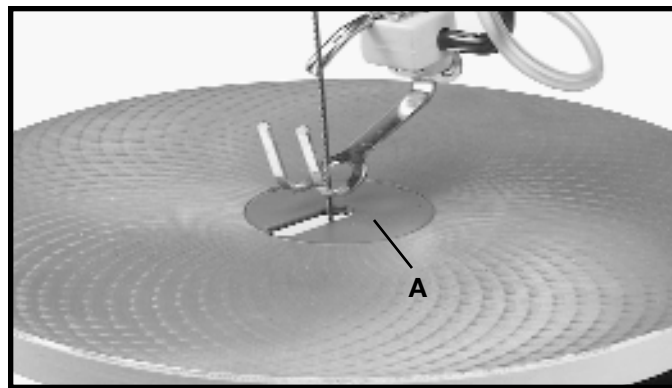
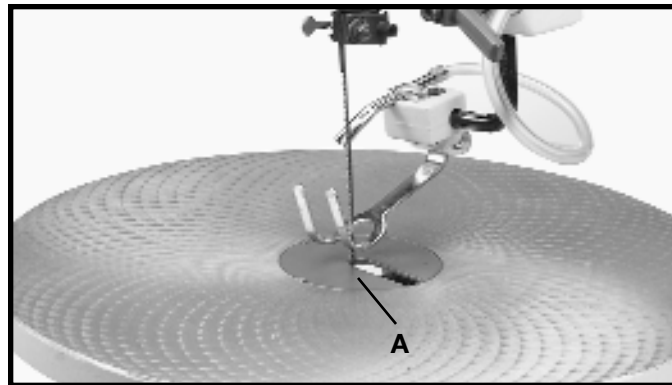

Fig. 19
Fig. 20
L'insert de table (A) s'assemble à la table de scie avec l'ouverture pointant vers l'avant de la table, tel qu'illustré à la figure 19 ou vers la droite tel qu'illustré à la figure 20. Lorsque la table est à niveau, 90 degrés à la lame, l'insert devrait être placée, tel qu'illustré à la figure 19. Ceci permet de faire pivoter la lame vers l'avant après qu'elle soit déverrouillée du porte-lame supérieur, permettant ainsi d'insérer rapidement la lame dans le trou suivant en un certain motif pour la découpe intérieure.
Lors de l'inclinaison de la table pour les coupes en biseau, l'insert (A) devrait être placée tel qu'illustré à la figure 20. Ceci permet d'avoir un dégagement de la lame lorsque la table est inclinée.